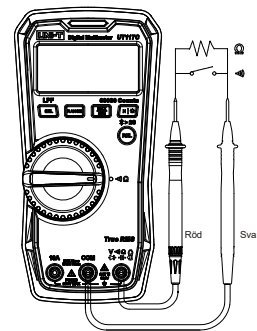

Figura 7
4. Medición de continuidad (Figura 7)
5. Medición de resistencia (Figura 7)